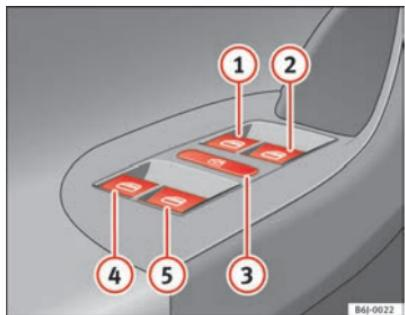

Fig. 49 Detalle de la puerta del conductor: mandos para las ventanillas delanteras y traseras
Las teclas ⇒ página 93, fig. 49 ①, ②, ④ y ⑤ tienen dos posiciones para la apertura de las ventanillas y otras dos para el cierre. De este modo es más fácil controlar las operaciones de apertura y cierre.